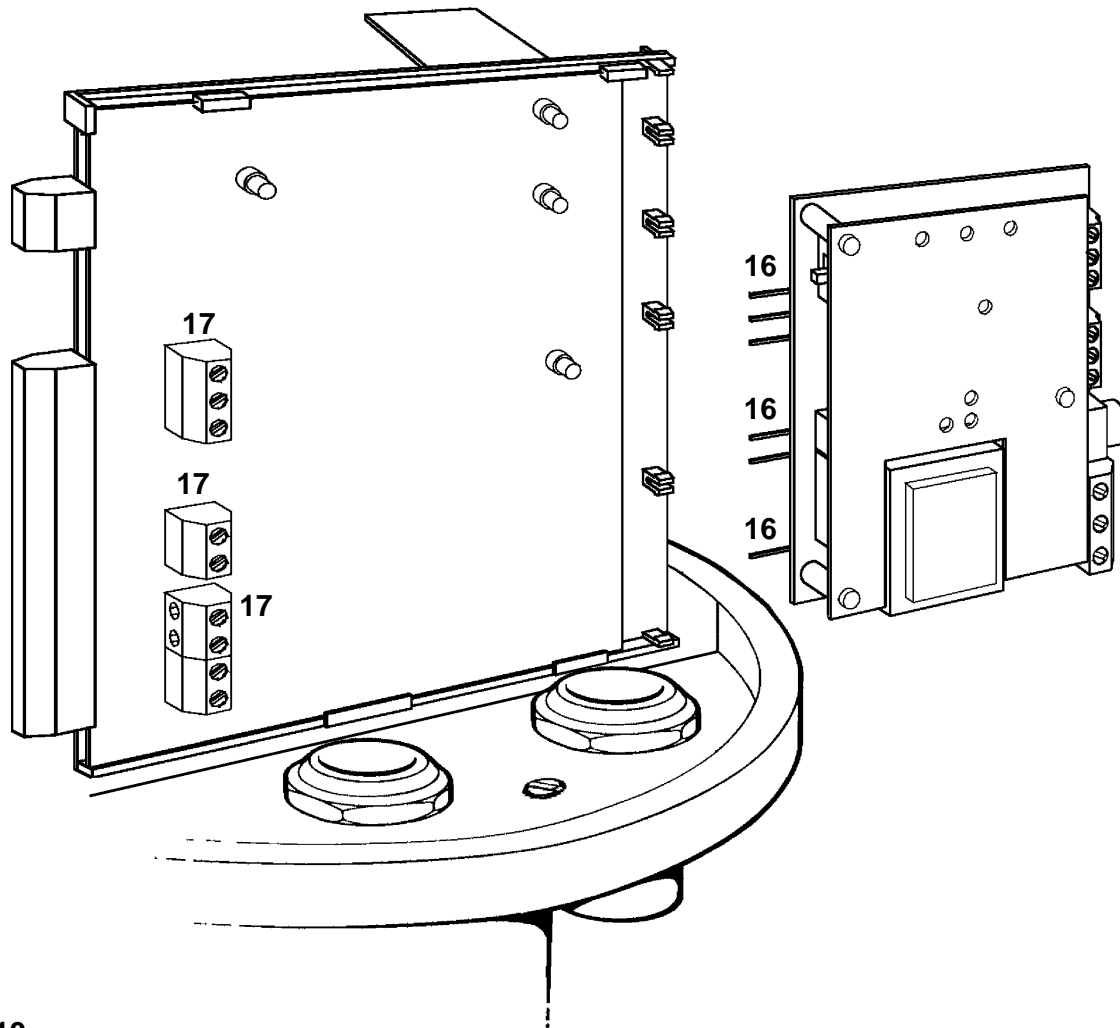

Fig. 10
3.4 Montaje de la tarjeta posicionadora (Fig. 10)